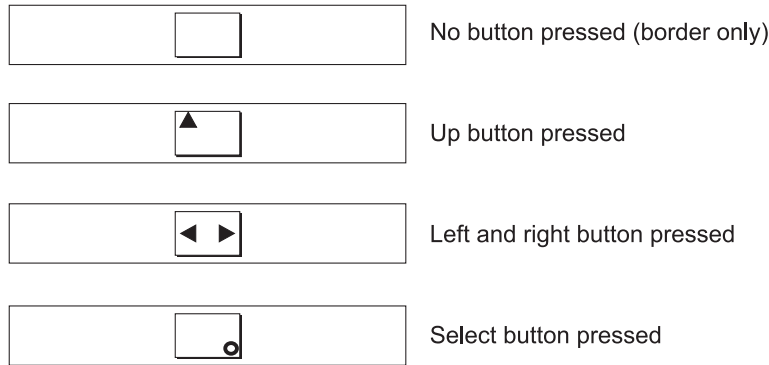

Figura 37. Monitor do Painel Frontal quando os Botões de Comando São Pressionados
3. A Pressione os botões para cima, para baixo, para a esquerda e para a direita para verificar se eles estão funcionando. Figura 37 mostra quatro exemplos do que o painel frontal pode exibir ao pressionar os botões. Após concluir o teste dos botões, mantenha pressionado o botão Selecionar por cinco segundos para sair do teste.